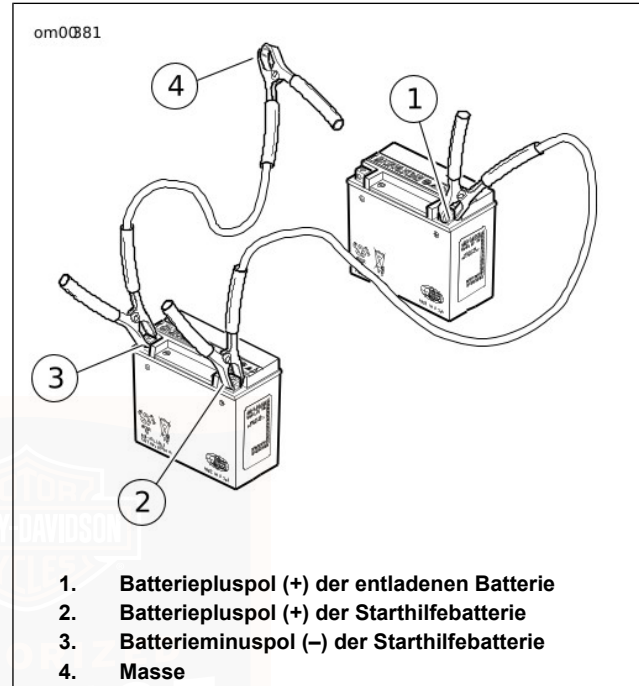

Abbildung 53. Überbrückungskabelanschlüsse
1. Siehe Abbildung 53. Ein Ende des Überbrückungskabels am Batteriepluspol (+) (1) der ENTLADENEN Batterie anschließen.
2. Das andere Ende des gleichen Kabels an den Batteriepluspol (+) (2) der STARTHILFEBATTERIE anschließen.